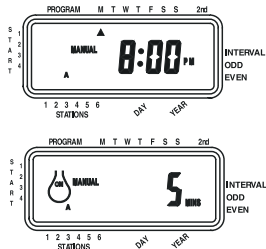

Ilustración 14: Riego manual de la estación 3 por cinco minutos
- Para pasar por alto una estación, oprima **SIGUIENTE** hasta que el cursor esté intermitente sobre el número de estación que desee programar. Por ejemplo, para fijar la estación 3 por cinco minutos, oprima la tecla **MANUAL**, luego oprima cinco veces la tecla **SIGUIENTE** para seleccionar el modo de operación manual y avanzar hasta el riego para la estación 3; usando la tecla + o la -, fije en cinco minutos la duración del riego manual, luego oprima **ENTRADA** [Vea la ilustración 14].